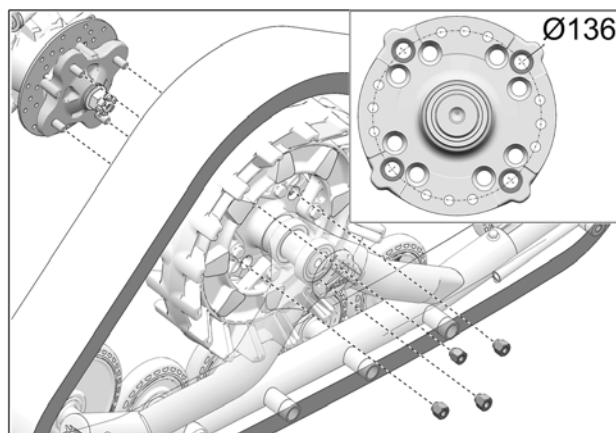

Fig. 9
9. Fixer le système de traction au moyeu de roue arrière. Utiliser le cercle de perçage de $\text{Ø}136\text{mm}$ et les écrous de roue d'origine du véhicule. Voir Fig. 9